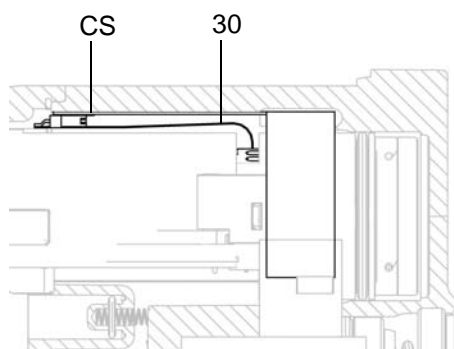

Fig. 36 . Raccordement du circuit flexible
8. Introduire l'alimentation électrique/la turbine dans le corps du pistolet (10). Assurez-vous que les barrettes de terre (EE) sont bien en contact avec le corps.
Pour les modèles Smart uniquement : alignez le connecteur du circuit flexible à 6 broches (30) avec la prise (CS) en haut du corps du pistolet. Consultez la FIGURE 36.